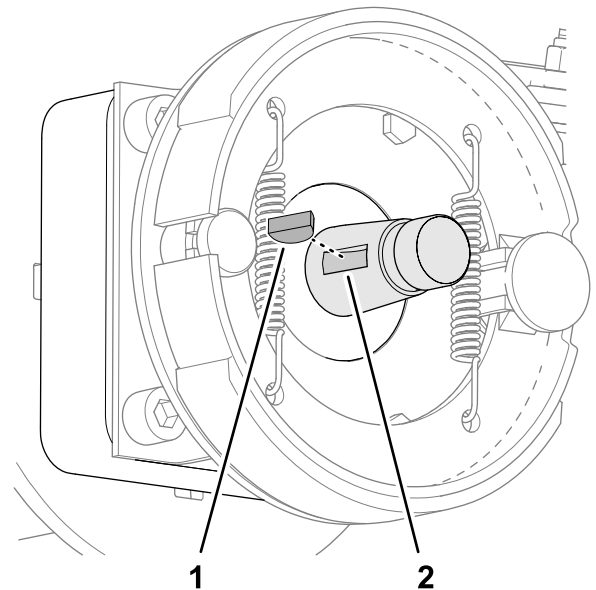

Figure 65
5. Retirez la clavette demi-lune de l'arbre du moteur de roue (Figure 65).